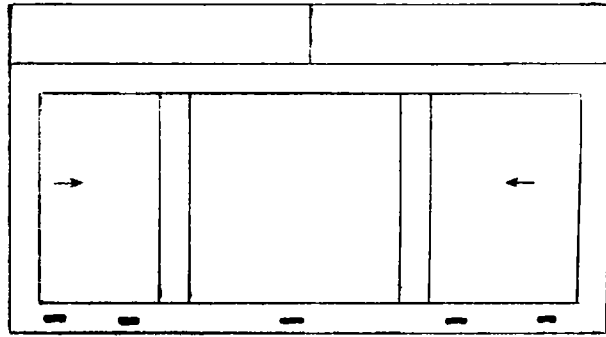
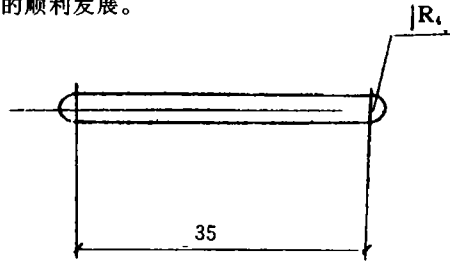

图 1
图 2
某开发小区、建筑面积 3 万平方米，根据要求，所有窗户均为塑钢窗，阳台用塑钢进行封闭，基本示意如图 1：
(1) 玻璃装配尺寸：按窗框采光边的每边搭接量为 12 毫米。
(2) 玻璃嵌条装配后，四角应采用“JN-10”氯丁腻子粘接。
(3) 严格按照要求加工排水孔，排水孔加工尺寸见图 2。具体位置、数量（见图 1）。这对防止塑钢窗的渗漏有密切关系。